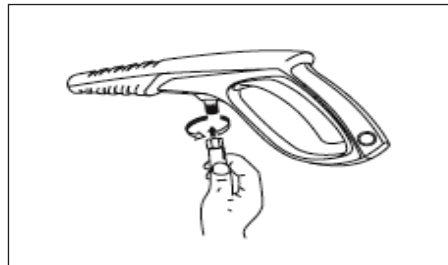

Figure 11 - Attachez le tuyau haute pression au pistolet (tous les modèles)
2. Attachez le tuyau haute pression au pistolet (voir la figure 11).
7. Attachez le tuyau haute pression au pistolet (voir la figure 11).
5. Attachez le tuyau haute pression au pistolet (voir la figure 11).